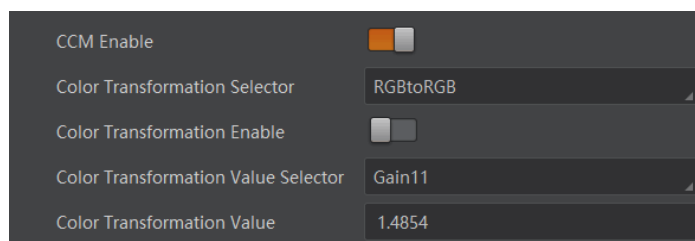

图11-7 设置方法一
- 不开启 *Color Transformation Enable* 参数时，可根据实际需求在 *Color Transformation Value Selector* 中选择参数，修改对应的 *Color Transformation Value* 参数值，如 图11-7所示。